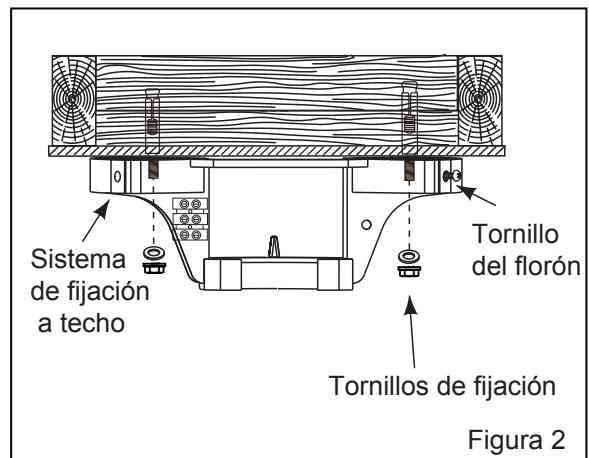

Figura 2
2. Dejar montados dos tornillos del florón, sin apretar, en dos lados opuestos. (Figura 2)